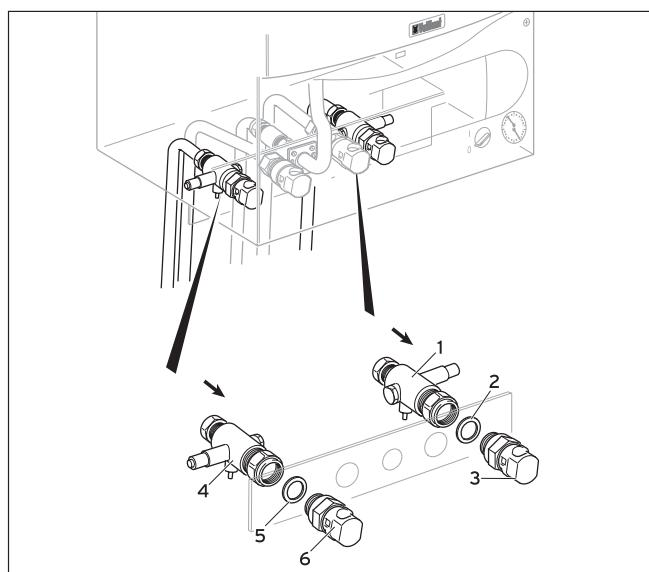

图7.11 采暖供/回水管的连接
**7.9 采暖系统供/回水管道的连接 (参见图7.11)****注意:**
壁挂炉采暖供/回水管的连接(参考图7.11)。